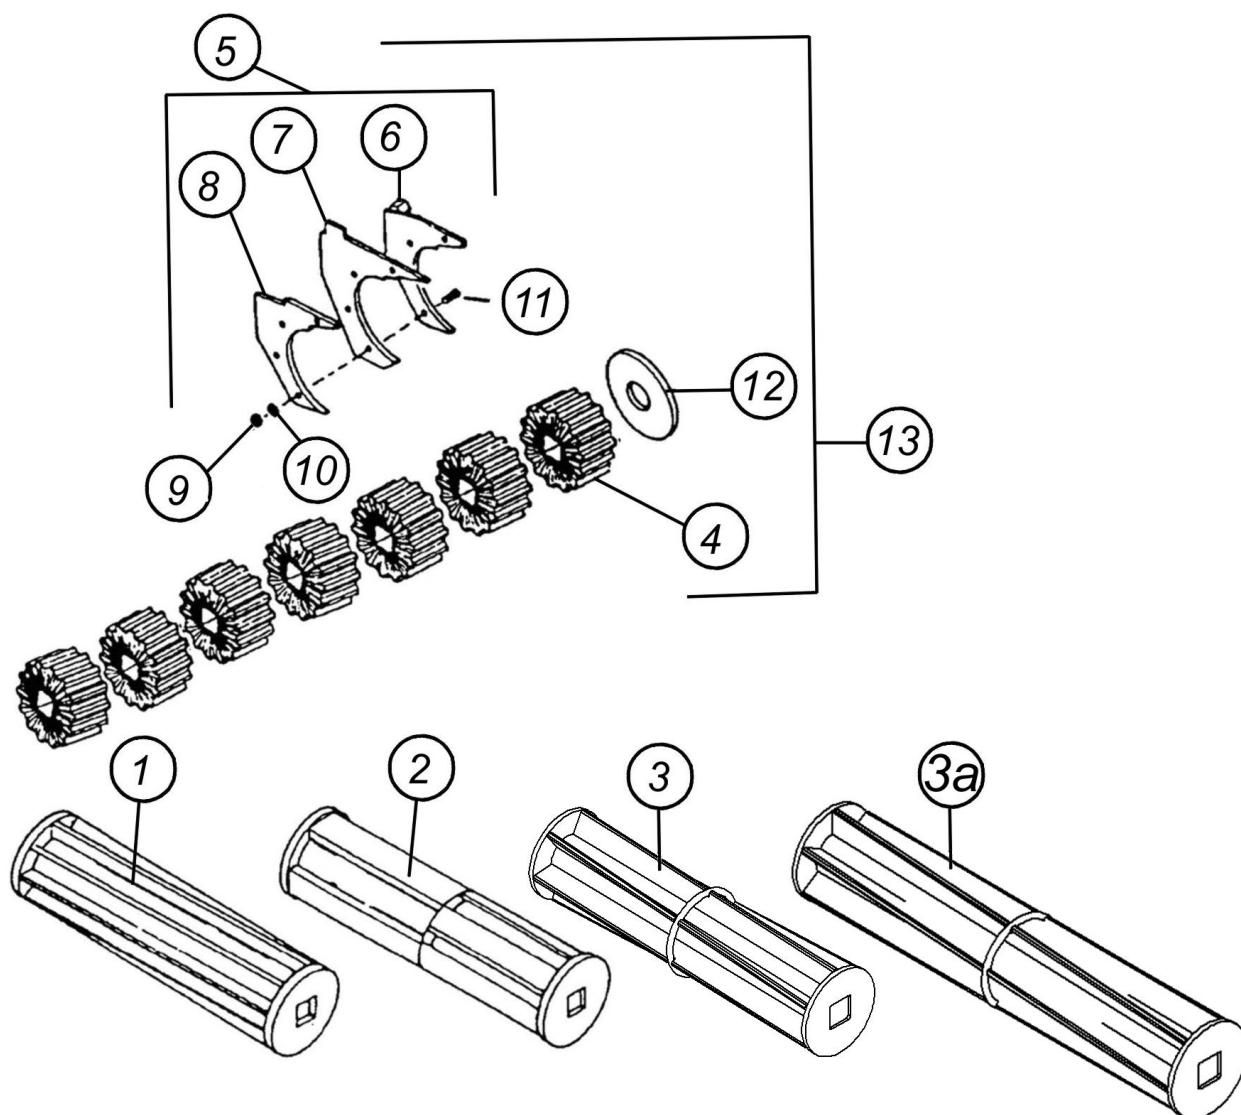

Рис. 7.2.17. Высевающие валики
7.2.17. Дозирующие валики (рис. 7.2.17)